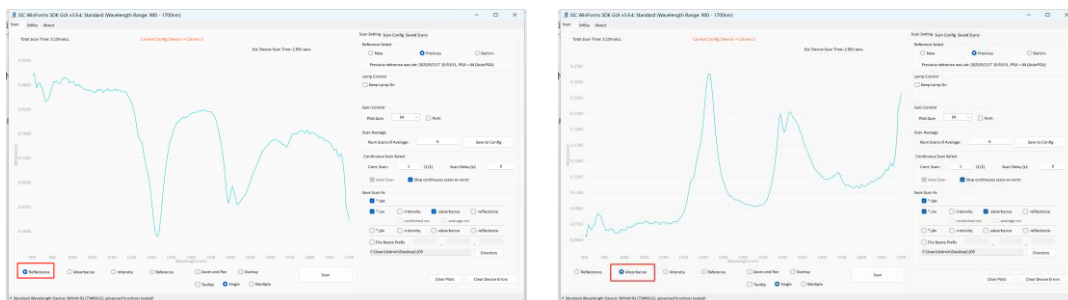

图 8 反射率或吸光度曲线
7) 切换到反射率 (Reflectance) 或吸光度 (Absorbance)，放置样品，点击【Scan】按钮，即可显示该样品相对标准白板计算得出的反射率或吸光度数据。(见图 8)